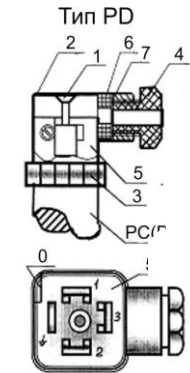

Рисунок 2 – Вид электрического присоединения
8.7 Для электрического присоединения с разъёмом типа PD (штепсельный разъём) (см. рисунок 2) необходимо: